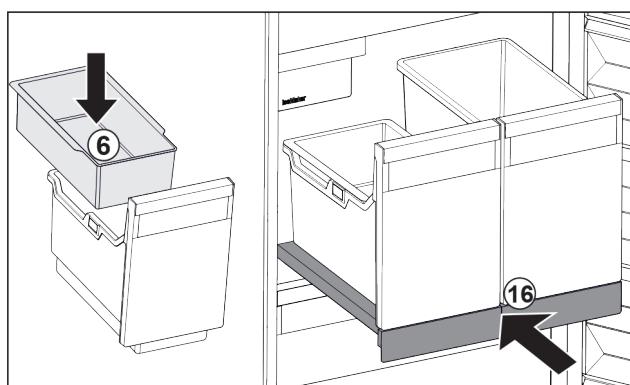

Fig. 198
- ▶ Vstavite obešalno skodelico Fig. 198 (6) za ledene kocke.
- ▶ Vstavite izvlečno polico s posodo (IceTower). Fig. 198 (16)